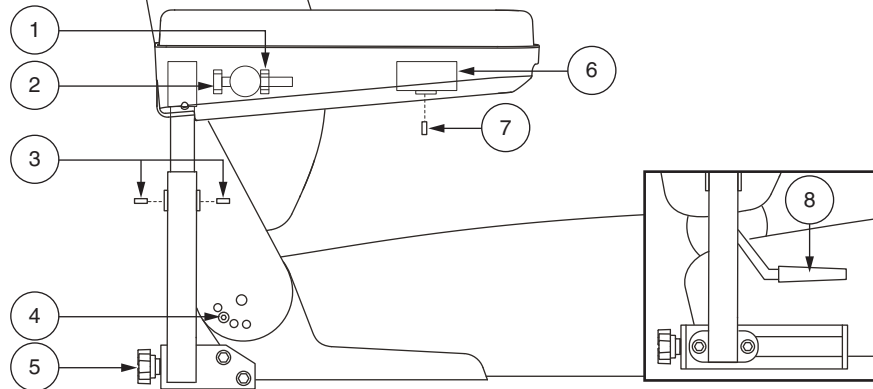

Figura 12. Ajuste del respaldo y del reposabrazos
Si su silla eléctrica está equipada con un asiento reclinable, utilice la palanca reguladora para ajustar el ángulo del respaldo. Ver figura 12.
1. Levante el reposabrazos de forma que quede perpendicular al suelo. Ver figura 12.
1. Afloje los dos tornillos de presión del reposabrazos. Ver figura 12.
3. Afloje el tornillo a presión del soporte del regulador. **Ver figura 12.**
5. Afloje el tornillo a presión de la parte inf. interna de cada reposabrazos. **Ver figura 12.**